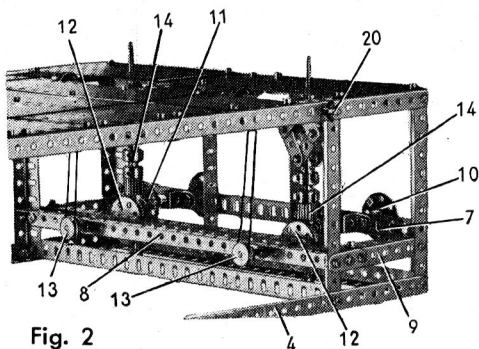

Fig. 2
Le jeu comporte deux voitures commandées chacune par une manivelle (10). Chaque manivelle (10) est composée d'une roue barillet équipée d'une cheville fileté et bloquée à l'extrémité d'une tringle de 75 mm. (fig. 2). Cette tringle est montée dans un bras de manivelle double et un cavalier boulonnés de part et d'autre de la cornière (7). A son extrémité intérieure, la tringle porte une roue de champ de 50 dents (11).
La tringle d'articulation porte une poulie folle de 25 mm. (37) (fig. 2).